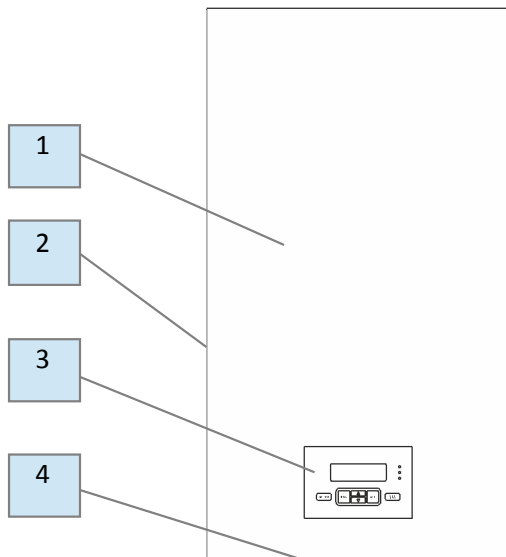

Рисунок 1. Внешний вид прибора.
4.2 Внешний вид прибора представлен на рис. 1.
- запрещается работа прибора при снятом кожухе (1) или панели лицевой (2) рис.1.